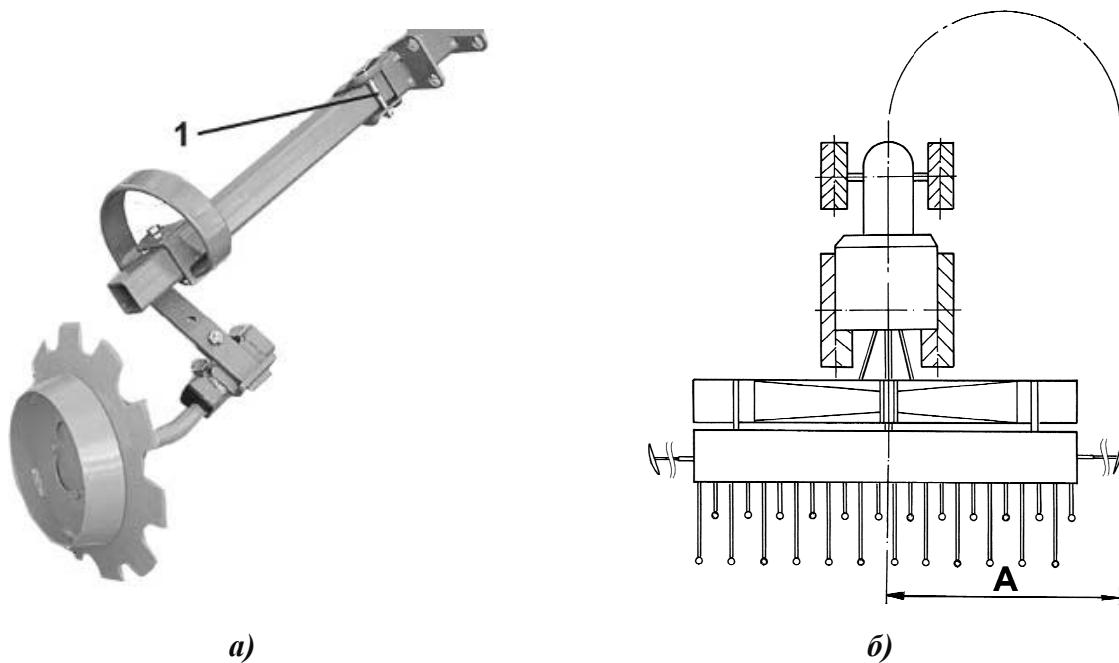

Рисунок 22 – Регулировка длины маркера (на поле)
Настройка выравнивателя производится посредством стяжного замка 1 (рисунок 22).
2. Ослабьте винт 1 для подтягивания клина (рисунок 22а).
3. Установите длину маркера на расстояние «A» = 6,0 м (рисунок 22б).